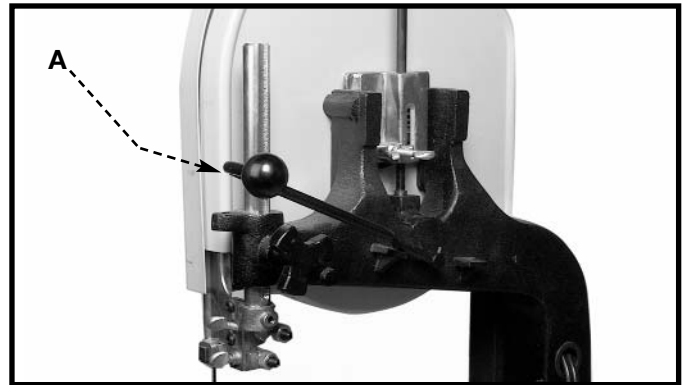
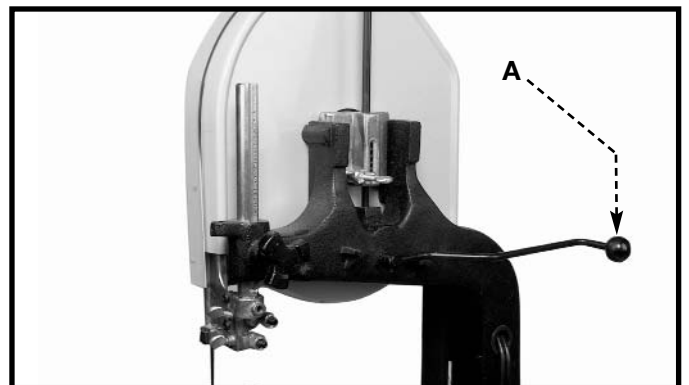
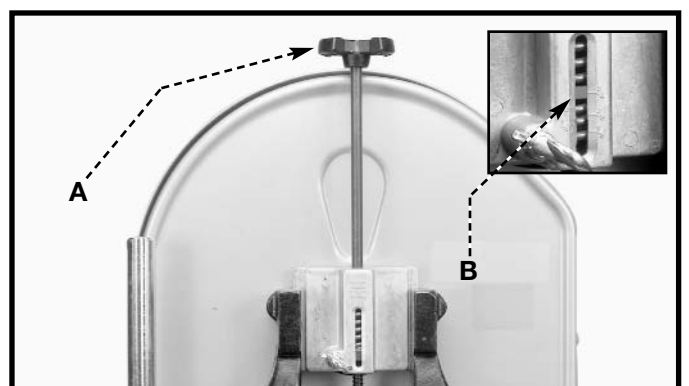

Fig. 28
Fig. 29
Fig. 30
La sierra de la venda se equipa la manija de la tensión (A) Fig. 28. Para aplicar la tensión, mueva la manija de la tensión (A) Fig. 28 a la derecha. Para aflojar la tensión de la lámina, mueva la manija de la tensión (A) Fig. 29, a la izquierda.
Ajustar la tensión de la lámina, la manija de la tensión de la lámina debe estar en la derecha según lo demostrado en Fig. 28. Una serie de graduaciones está situada en la parte posterior del soporte superior de la diapositiva de la rueda. Estas graduaciones indican la tensión apropiada para las varias anchuras de láminas. Con la lámina en las ruedas, dé vuelta la perilla (A) Fig. 30 al aumento o baje la rueda, hasta que roja de la arandela de la fibra (B) Fig. 30 está en línea con la graduación apropiada para el tamaño de la lámina usada.